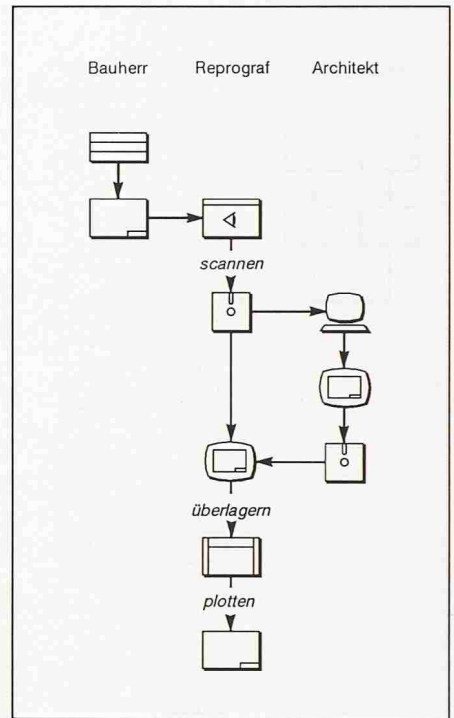

Bild 10. Informationsfluss Umbauplanung mit Bauherr, Reprograf und Architekt
**Beispiel Umbauprojekt.** Die papierenen Bestandspläne werden gescannt (gerastert oder wenn nötig vektorisiert) und in das CAD-System des Architekten eingelesen. Der Architekt stellt einen Bestandsplan am Bildschirm dar und zeichnet auf dieser optischen Grundlage in separaten Planschichten den dazugehörigen Umbauplan. Der alte Bestandsplan wird dabei in einer separaten Farbe dargestellt und für die Archivierung mit seinem ursprünglichen Erstellungsdatum markiert. So ist immer klar ersichtlich, dass diese digitale Planinformation zwar mit CAD bearbeitet werden kann, dass sie aber nur die Informationsqualität des alten, ursprünglich analogen Bestandsplans besitzt. Im Planbereich des neuen Umbaus werden nach der Projektierung die alten Eintragungen des Bestandsplans gelöscht. Für die Bauausführung werden der verbliebene Bestandsplan und der neue Umbauplan zusammengefügt und gemeinsam, aber in verschiedenen Farben ausgeplottet (Bild 10).